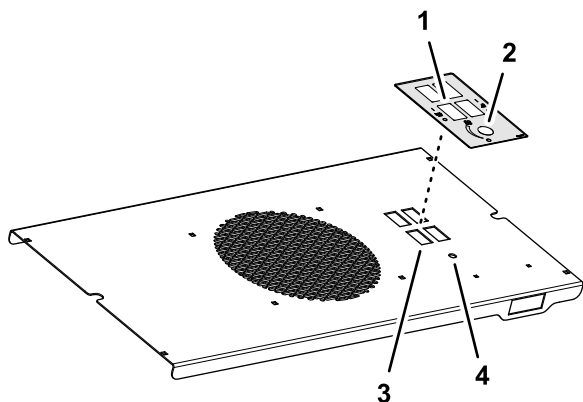

Figure 3
1. Retirez avec précaution la pellicule de protection au dos de l'autocollant (Figure 3).
2. Alignez les découpes rectangulaires et le trou de l'autocollant sur les découpes rectangulaires et le trou du panneau de commande, comme montré à la Figure 3.